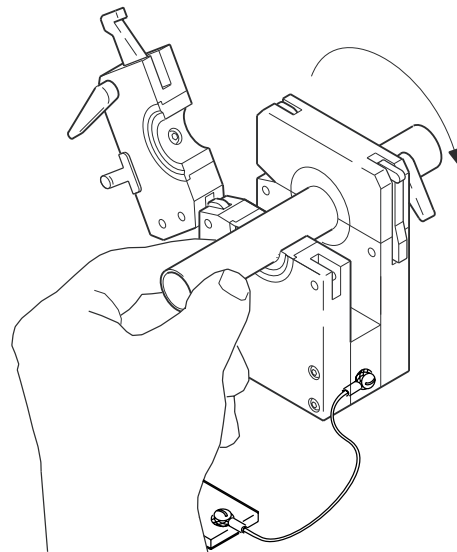

Abbildung 18 Platzierung des Rohrs
5. Schließen und verriegeln Sie die nicht justierbare Seitenplatte. Siehe Abbildung 18.